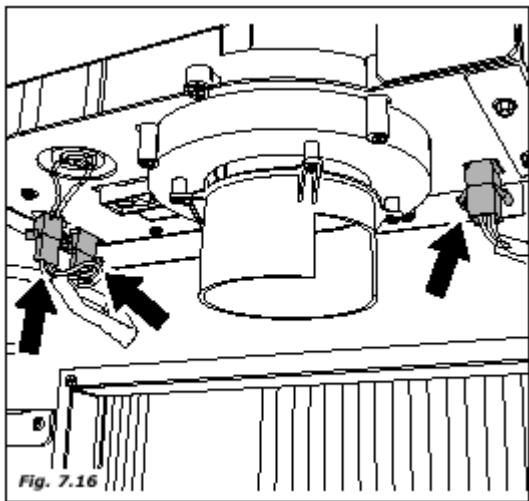

Fig. 7.16
- отсоедините три электрических разъема (рис. 7.16).